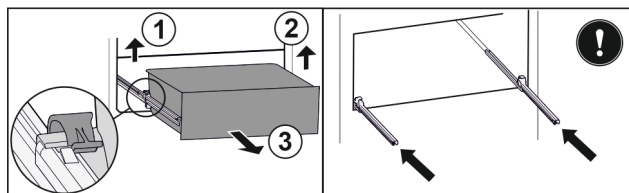

Fig. 64
► Podnieść lewy zacisk i wysunąć jednocześnie szufladę po lewej do przodu. Fig. 64 (1)
► Podnieść prawy zacisk i wysunąć jednocześnie szufladę po prawej do przodu. Fig. 64 (2)
► Wyjąć szufladę do przodu. Fig. 64 (3)